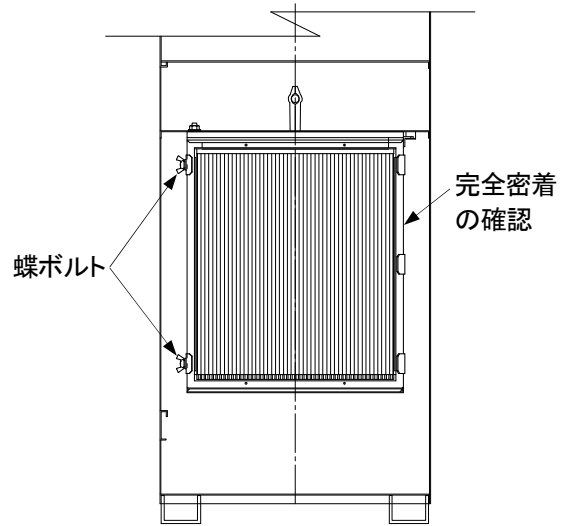

図1
- ①パッチン錠を外して前扉を開けてください。
- ②フィルターは2枚で1ユニットになっており、図1のように取り付けています。